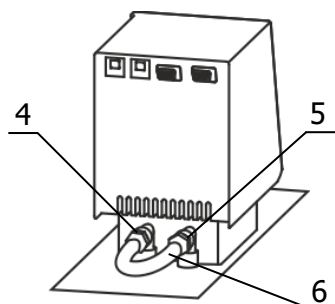

Рисунок 3 — Установка перемычки
2.2.6 Соединить входной 4 и выходной 5 штуцеры насоса блока регулирования с помощью шланга-перемычки 6 (рисунок 3) и хомутов из комплекта поставки блока регулирования.